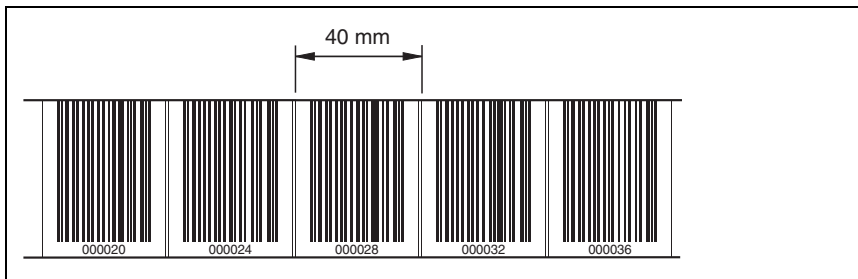

Figura 6.10: Comprobación del resultado de la impresión del kit de reparación de la CCB
- 3n. Comprobar el resultado de la impresión midiendo la distancia entre dos códigos (vea figura 6.10).